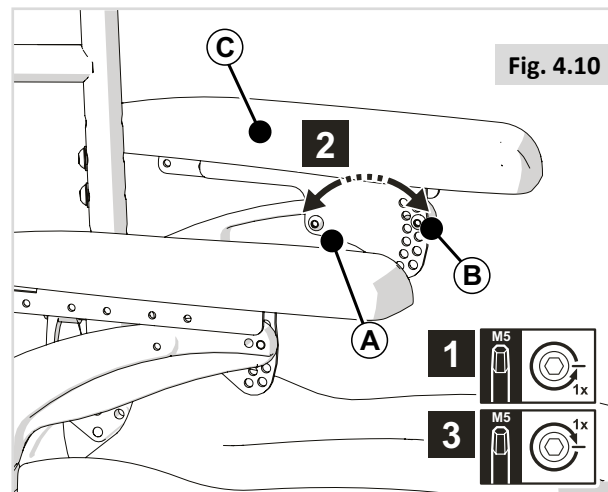

Fig. 4.10
PARTE 2 (Fig. 4.10)
Per raggiungere la vite posteriore quando il bracciolo si trova nelle posizioni più basse, allentare prima le viti (A) di Fig. 4.10 e, quindi, regolare l'inclinazione dell'imbottitura.